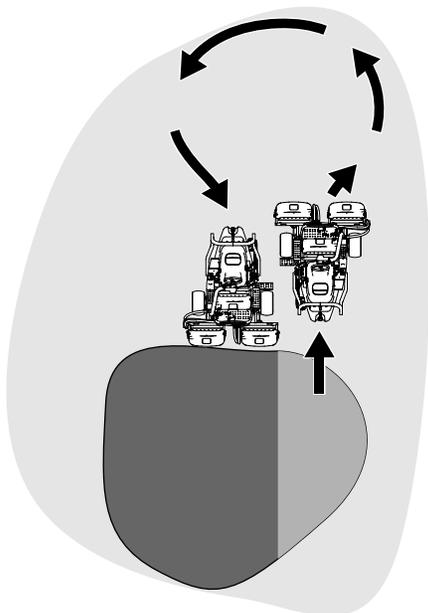

図 23
6. Uターンするとき、一旦反対側にハンドルを切ってから旋回すると、楽に、しかも効率良く回ることができて次の列そろえが楽になります。反対側に軽く振ってから旋回すると雨だれ形の旋回 **図 23** になって、スムーズに次の列に入ることができます。